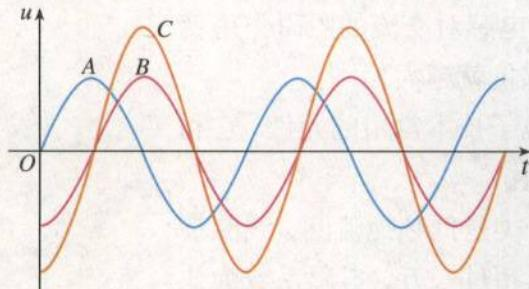

图 5.2-5 比较它们的峰值、相位和周期
6. 有 A、B、C、三条导线，它们与大地之间的电压随时间变化的规律如图 5.2-5 所示。这三个电压中，哪两个的峰值相同？哪两个的相位相同？它们的周期有什么关系？